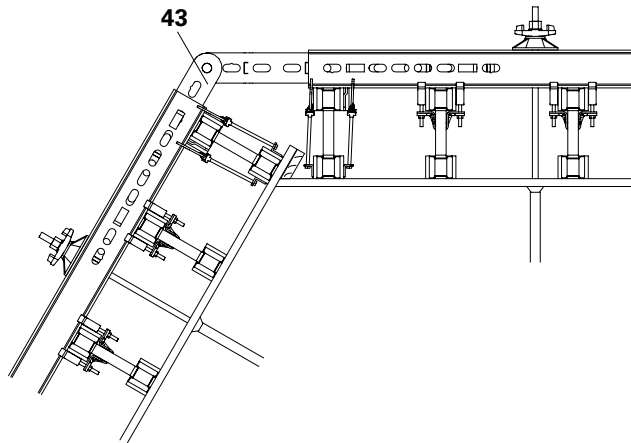

Fig. C2.02
- con grandes espesores de muro, p. ej. en la construcción de puentes (Fig. C2.02)